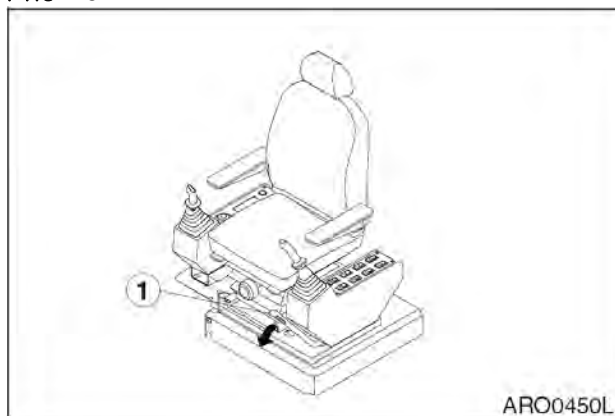

Рис. 21
3. Установить рычаг блокировки в разблокированное положение (1, рис.21) в положение (**UNLOCK**).